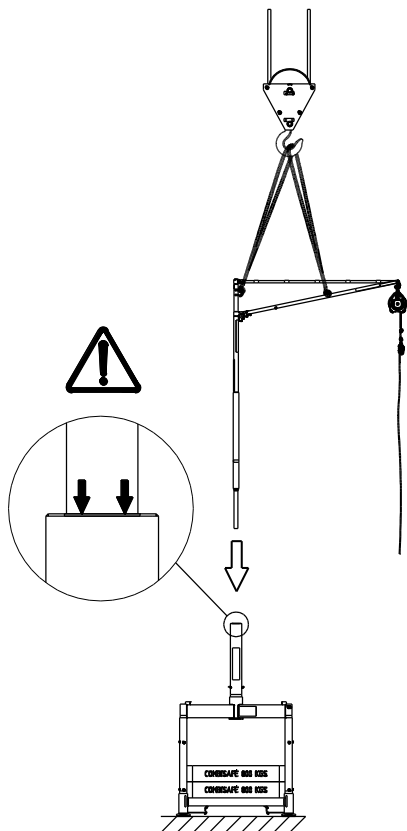

Рис. 30. Установка модуля SkyReach в колонну Top Column 4.7. Во избежание травм при работе крана соблюдайте меры предосторожности.
11. С помощью крана поднимите собранное анкерное устройство SkyReach и опустите его на колонну Top Column 4.7/адаптер SkyReach Adaptor 5.9; см. Рис. 30. При необходимости используйте крюк для доступа к SkyReach для позиционирования конструкции. Убедитесь, что устройство SkyReach вставлено на правильную глубину, проверив маркировку уровня установки. Верхний край втулки колонны/адаптера должен располагаться вровень с нижним краем метки, см. Рис. 30.